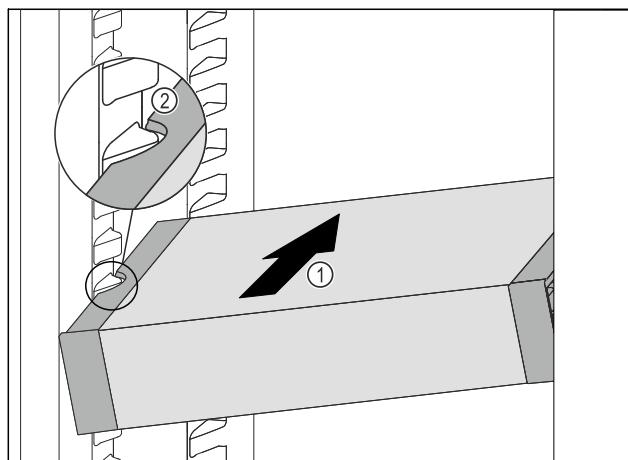

Fig. 133
- Вдвигайте VarioSafe под наклоном в холодильное отделение Fig. 133 (1), пока боковые выемки Fig. 133 (2) VarioSafe не окажутся на высоте выступа резервуара в холодильном отделении.